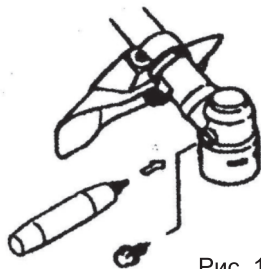

Рис. 10
7.5. Корпус редуктора (рис.10)
После каждых 10 часов эксплуатации триммера бензинового необходимо производить проверку смазки в полости корпуса редуктора. Выкрутите болт сбоку корпуса редуктора (рис.10) и добавьте при необходимости смазку, предназначенную для работы при высоких температурах.